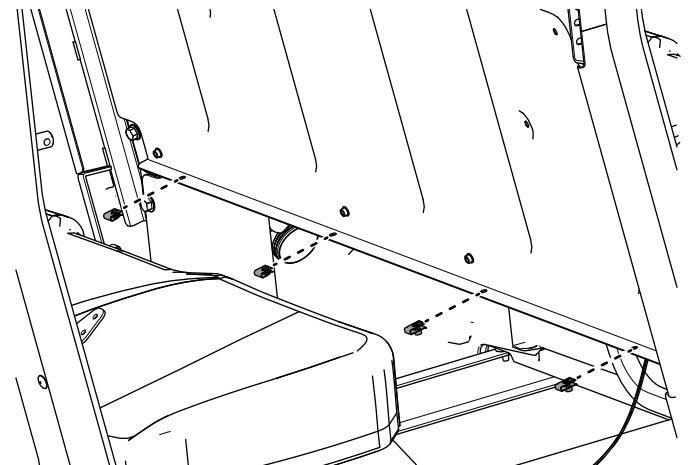

Figura 49
22. Instale los 4 clips (1/4") en el panel del asiento medio (Figura 49).